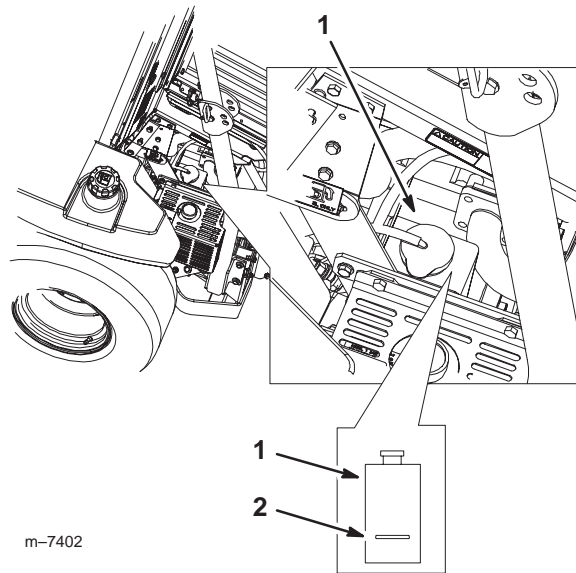

Figure 47
3. Lorsque le moteur est froid, vérifiez le niveau de liquide dans le réservoir de trop-plein. Le liquide doit atteindre la bosse à l'extérieur du réservoir (Fig. 47).
4. Si le niveau de liquide est insuffisant, versez un mélange 50/50 d'antigel longue durée/Dex-Cooll et d'eau dans le réservoir de trop-plein (Fig. 47).
5. Versez suffisamment du mélange 50/50 dans le réservoir pour atteindre le trait de repère (Fig. 47).
6. Retirez les débris accumulés sur le faisceau du radiateur et sur le moteur (Fig. 47).